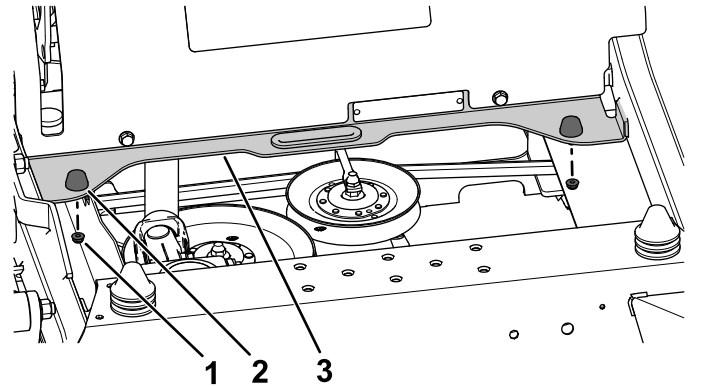

Figura 11
- Retire las 2 contratuercas ($\frac{1}{4}$ " de los topes de goma del travesaño (Figura 11).